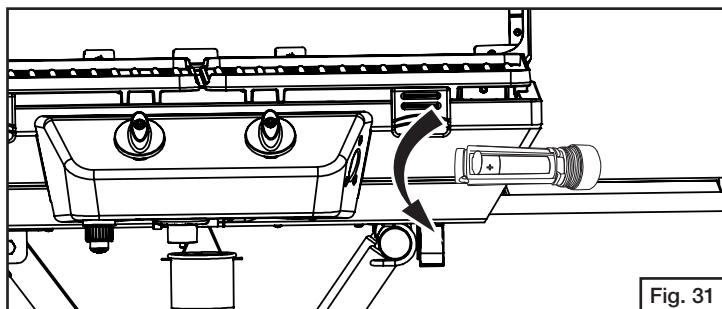

Fig. 31
- Gire el botón de encendido en sentido contrario al de las manecillas para extraer las baterías con el soporte. (Fig. 31)